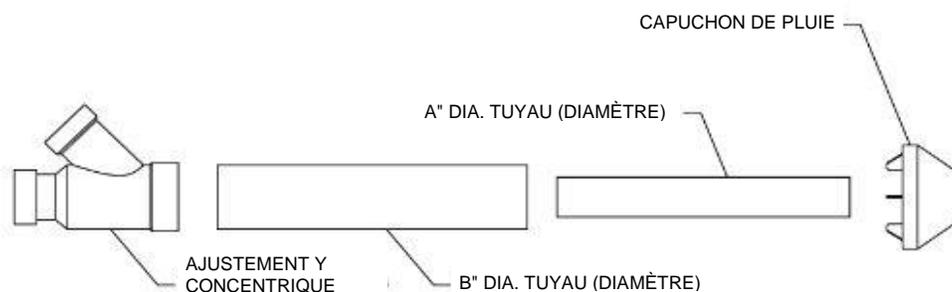
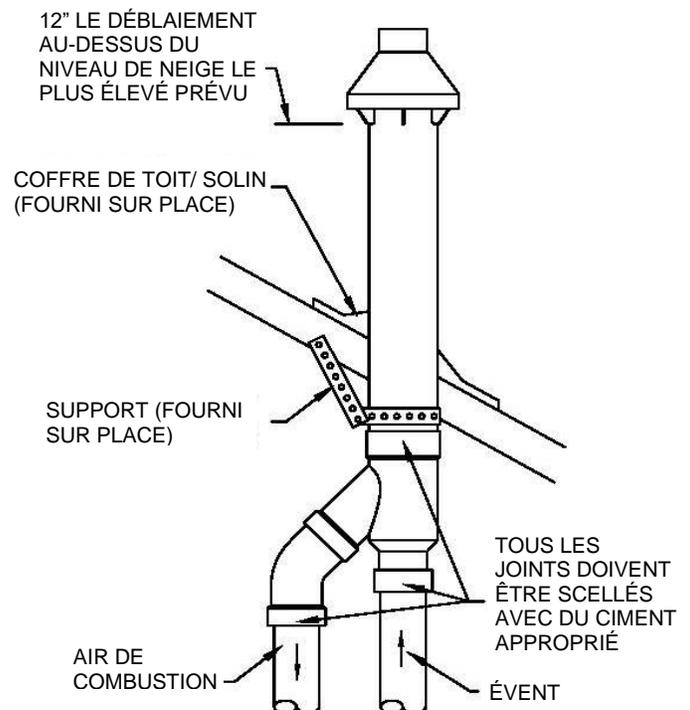
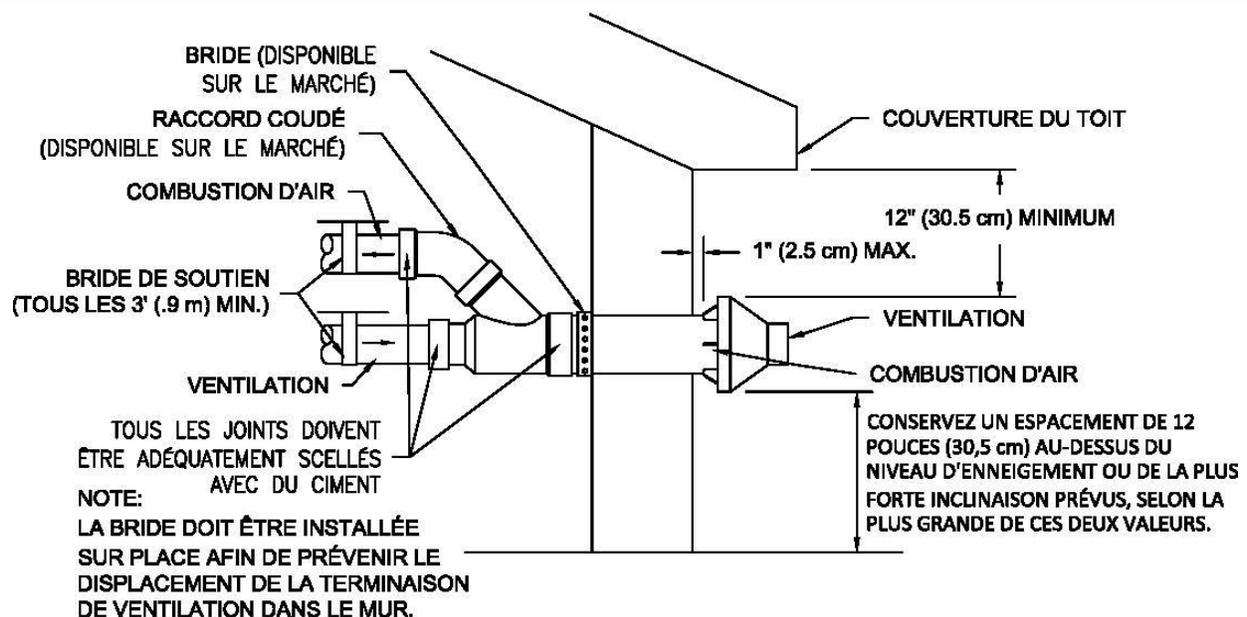

Figure 21 - Identification des pièces des ensembles d'évent concentriques 3" et 4"
Figure 23 — Fixation d'évents concentriques sur le toit
Figure 24 — Fixation à la paroi latérale de l'évent concentrique
- Raccord en Y concentrique en ciment sur un tuyau de plus grand diamètre (voir figure 21).
- Fixez l'assemblage à la structure du toit comme indiqué à la figure 23 à l'aide d'un cerclage métallique fourni par le terrain ou d'un matériau de support équivalent.
Assurez-vous que la hauteur de la terminaison est au-dessus de la surface du toit ou de la chute de neige prévue (voir figure 23).
- Tuyaux d'air de combustion et d'évent du réchauffeur de ciment vers un ensemble de raccords en Y concentrique (figure 21). Voir la figure 23 pour une fixation correcte des tuyaux.
- a. Raccord concentrique en Y de ciment sur un tuyau de plus grand diamètre (voir Figure 21).
7. Fixez l'assemblage à la structure comme le montre la figure 23. Assurez les autorisations comme indiqué dans la figure 24.
8. Tuyaux d'air de combustion et d'évent du réchauffeur de ciment vers un ensemble de raccords de borne en Y concentrique. Voir la figure 24 pour une fixation correcte des tuyaux.